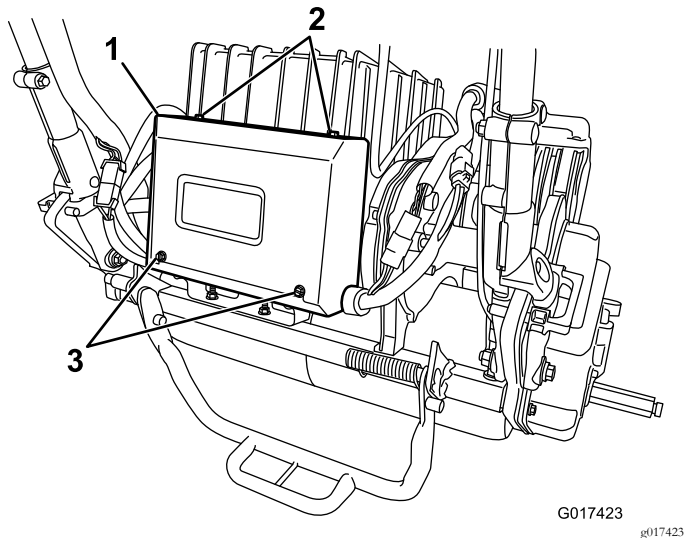

图41
2. 拆下电器箱上的 2 颗后部螺丝松开 2 颗上部螺丝然后拿開箱盖 (图41)。